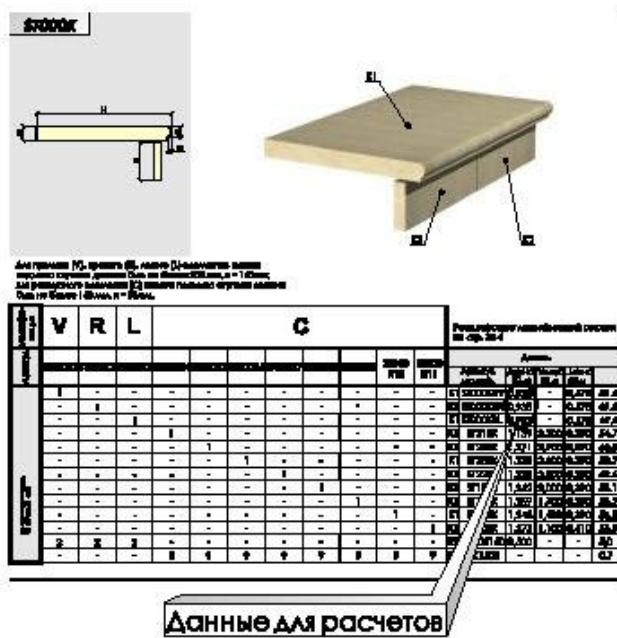

Рис. 5. Данные для бланка заказа.
3. Из таблицы (см. Рис. 5. Данные для бланка заказа) видно, что длина одной ступени 0.935 (м.), следовательно общее количество ступеней на одну проступь:  $3.0 / 0.935 = 3.21$  (шт.). Округляем, до целого вверх: 4 (шт.).